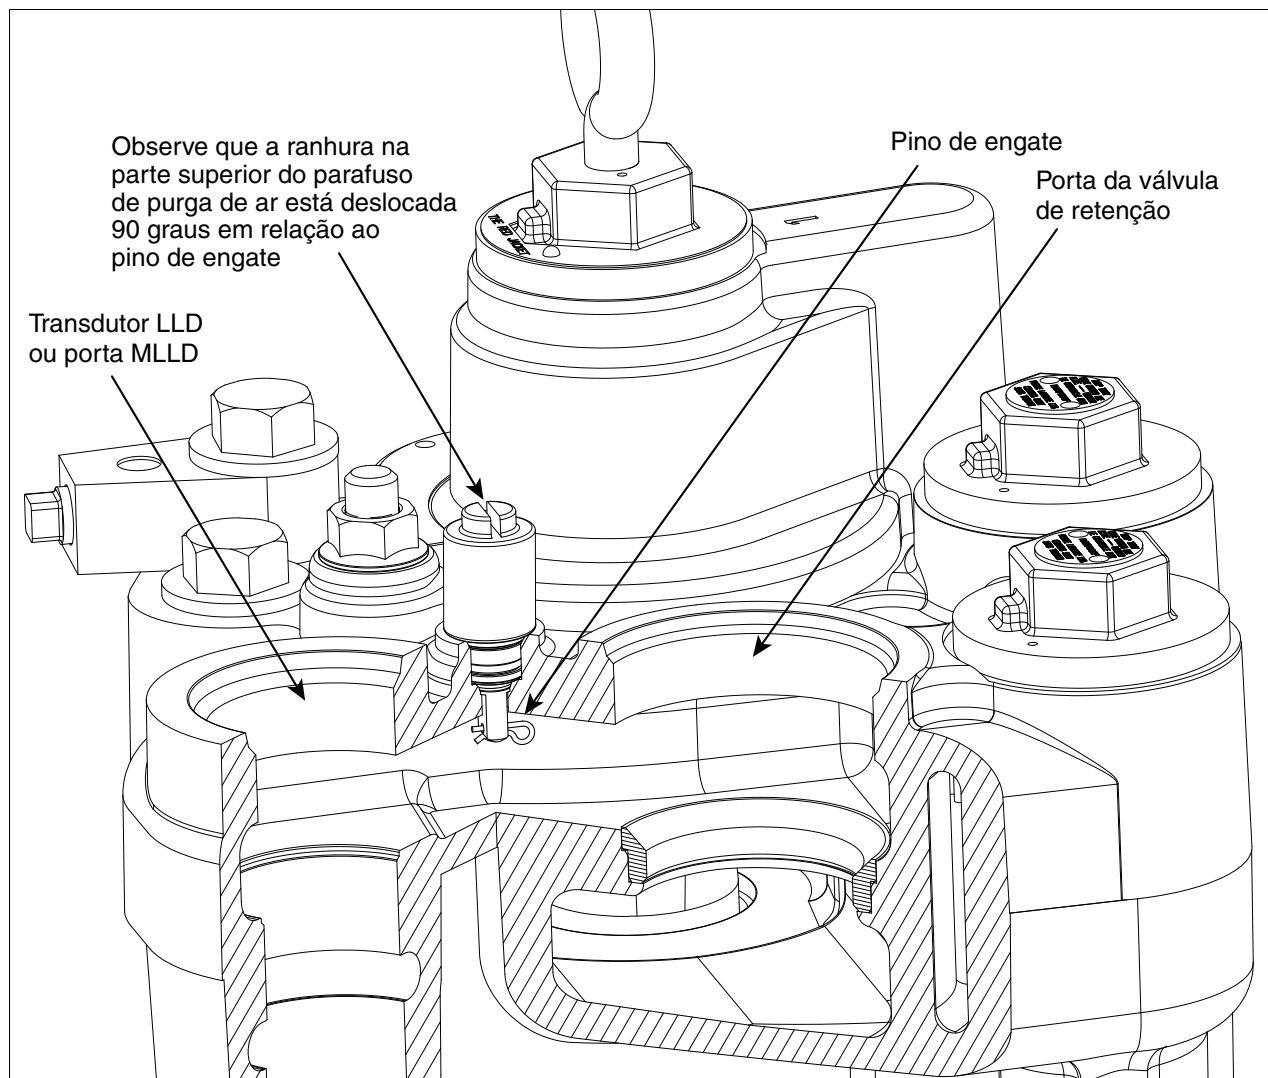

Figura 58. Posicionamento do pino de engate do parafuso de purga de ar
6. O parafuso de purga de ar tem um pino de engate que é ajustado na posição horizontal para limitar o deslocamento do parafuso (consulte a Figura 58).